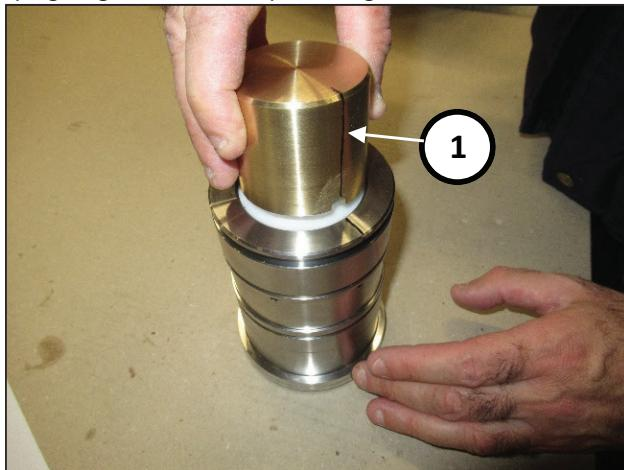

Fig. 179
Utilizzare il tampone interno dell'attrezzo cod. 27945400 per spingere gli anelli in sede (pos. ①, Fig. 179).